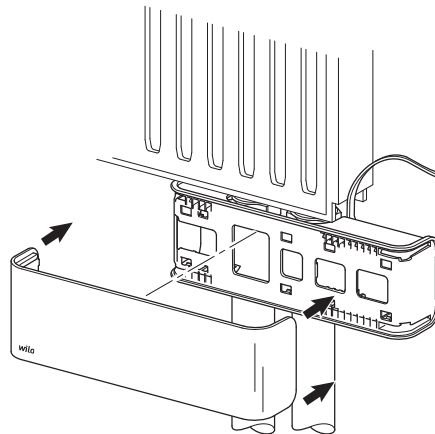

Fig. 17-6: Oberteil des Geniax Design Cover L für Pumpe/Adapter H-Inline/H-Angle
- Das Oberteil des Geniax Design Cover L (Design Cover L black) für Pumpe/Adapter H-Inline/H-Angle gemäß Fig. 17-6 auf das Unterteil aufstecken.